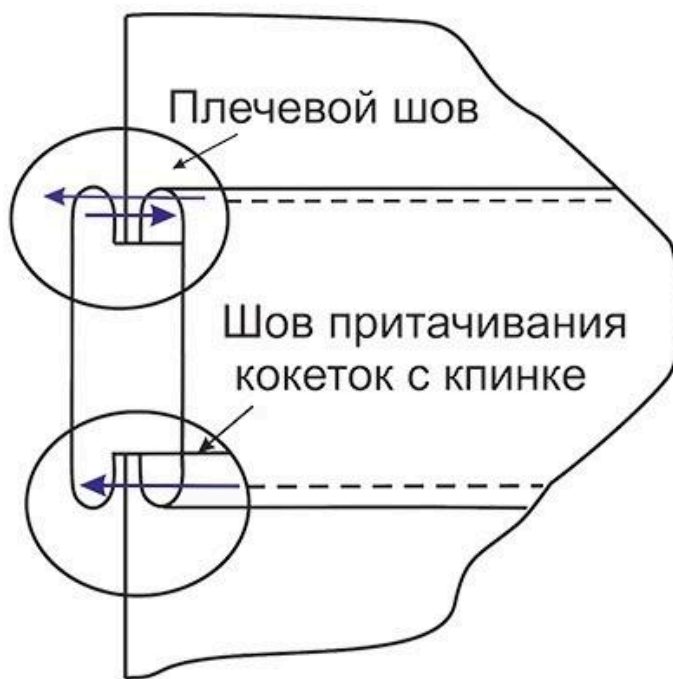

Рис. 4
2. Притачайте кокетку к спинке по верхнему срезу накладным швом с одним закрытым срезом. (Рис. 4)